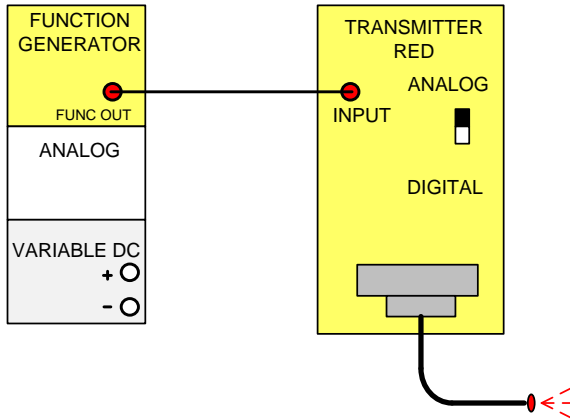

Рис.5. Схема соединений оптического модуля передачи с генератором функций
18. Соберите схему соединений, показанную на рис. 5 используя, генератор функций.